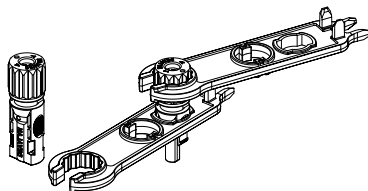

Abb. 5.5 Stecker mit aufgeschraubter Überwurfmutter
c) Führen Sie den Kontaktstift in den oberen Teil des Steckers ein und ziehen Sie die Überwurfmutter am oberen Teil des Steckers vollständig an, wie in Abb. 5.5 dargestellt.